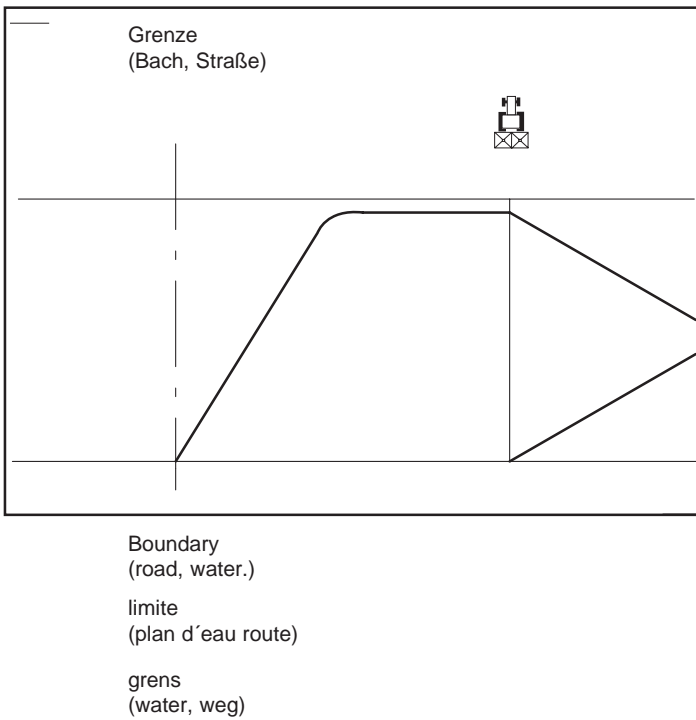

Fig. 2
### Grenzstreuen nach Düngerverordnung (Fig.2): (mit 1/2 Fahrgassenabstand)
**Eco-border spreading according to fertiliser application decree (Fig.2):**
**Epandage en limite (Fig.2):**
**Kantstrooien volgens de milieunorm (Fig.2):**